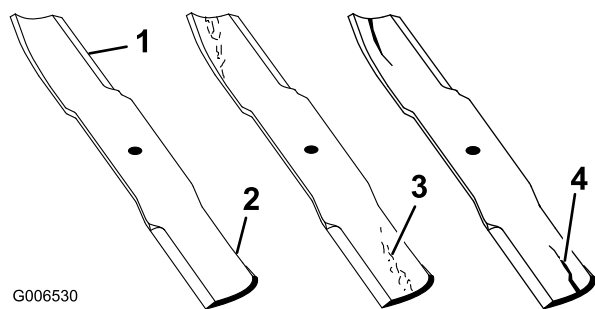

Figura 93
1. Inspeccione los filos de corte (Figura 93).
- Si observa fisuras, desgaste o la formación de una ranura en esta zona, instale de inmediato una cuchilla nueva (Figura 93).